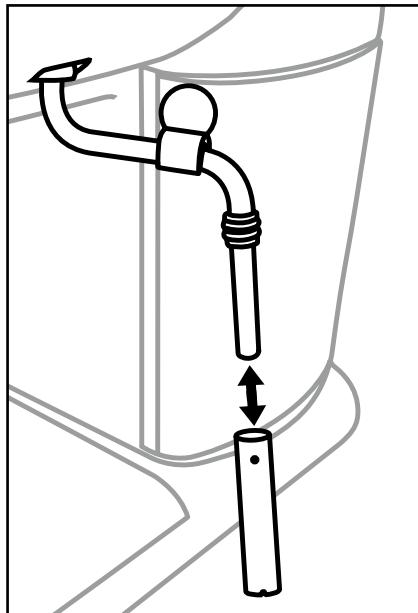

Figura 1
- 1) Coloque un recipiente vacío bajo el espumador de leche ⑩.
- 2) Gire el regulador de vapor ⑦ justo después de su uso hasta “+” y deje que se libere el vapor durante unos segundos.
- 3) Cierre el regulador de vapor ⑦ (hasta el tope en dirección “-”), apague el aparato y desconéctelo de la red.
- 5) Retire el casquillo del espumador de leche ⑩ (figura 1) y límpielo cuidadosamente en agua caliente.
- 7) Vuelva a colocar el casquillo en la boquilla (figura 1).